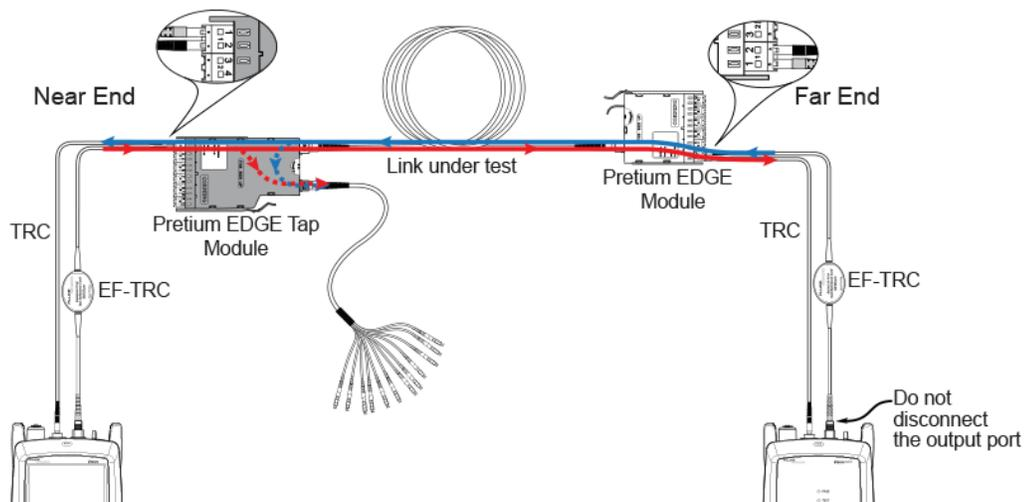

Figure 4. Branchements pour tester les liaisons réseau
2. Connecter le TRC jusqu'aux extrémités proches et distantes des liaisons, comme illustré à la Figure 4.